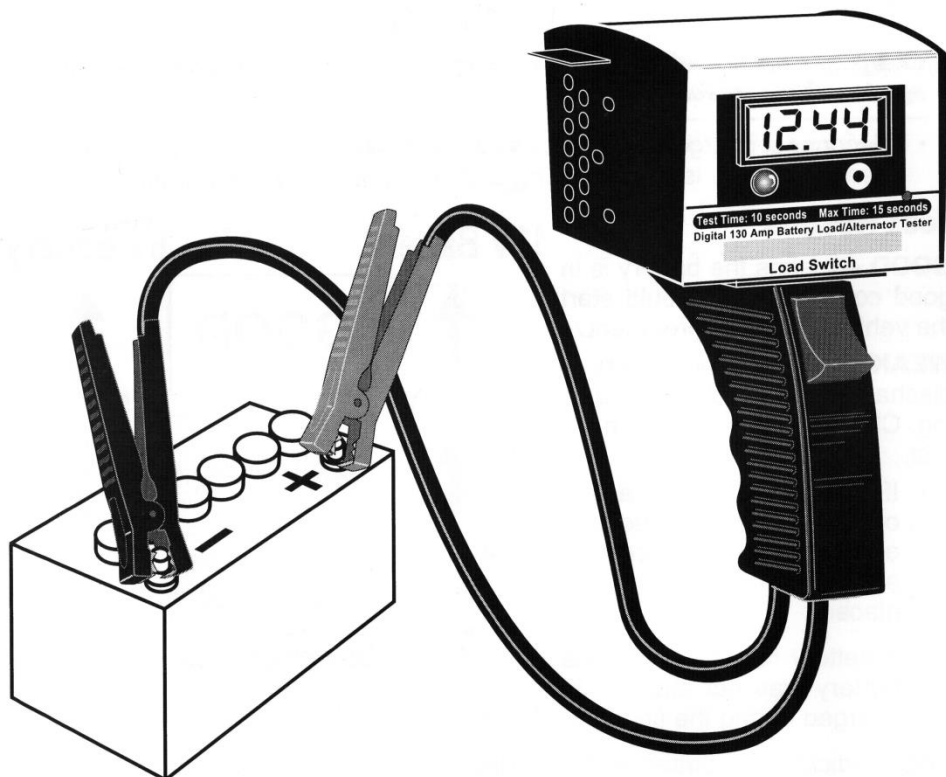

Рис. 6. Подключение прибора для диагностики систем пуска и зарядки
1. Соблюдая полярность, подключите зажимы прибора к клеммам АКБ: красный к положительному контакту (+), черный к отрицательному контакту (-). См. рис. 6.
5. Соблюдая полярность, подключите зажимы прибора к клеммам АКБ: красный к положительному контакту (+), черный к отрицательному контакту (-). См. рис. 6.